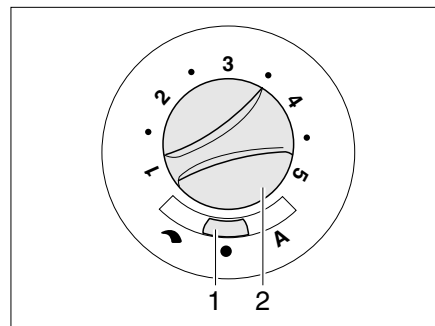

Bild 110 Bedienschalter für Umluftgebläse (12 V)
- Den Schiebeschalter (Bild 110,1) auf "↷" (Handregelung) oder "A" (Automatikbetrieb) stellen.
- Wenn am Schiebeschalter (Bild 110,1) "↷" (Handregelung) eingestellt ist: Mit dem Drehknopf (Bild 110,2) die gewünschte Leistung des Umluftgebläses einstellen.
- Den Schiebeschalter (Bild 110,1) auf "●" (Aus) stellen. Bei Heizbetrieb ist diese Schalterstellung außer Funktion.